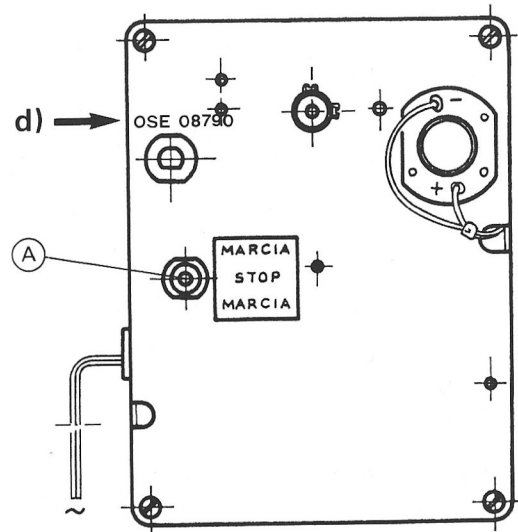

fig. 11
1) MOVIMENTO INDIPENDENTE AL QUARZO OSE (fig. 11 pag. 12)
Ruotare il pomello ③ pag. 6, facendo avanzare le lancette fino ad 1 minuto in meno dell'ora esatta. Mettere in funzione l'orologio posizionando la levetta dell'interruttore (A) fig. 11 su «MARCIA», nell'istante del segnale orario.
- d) Punzonatura del n° di matricola del MOVIMENTO (pag. 12 - fig. 11 e 12 n° d).